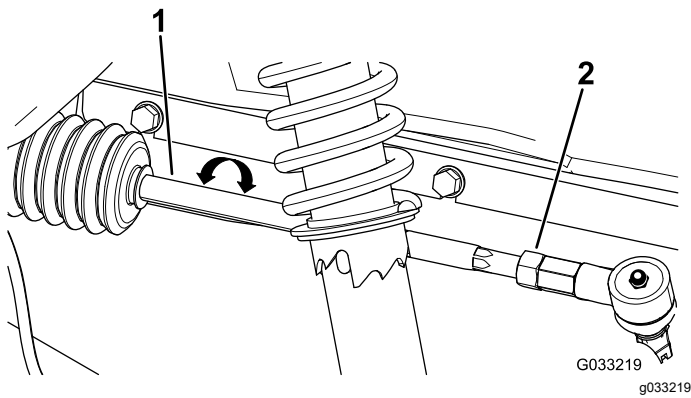

Figura 49
2. Si la distancia no es de 0 mm – 6 mm (0 – ¼"), afloje las contratueras en el extremo exterior de las bielas (Figura 49).